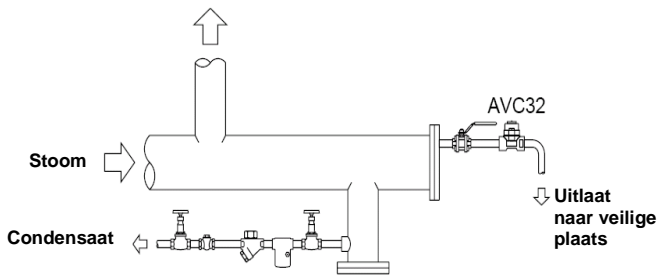

Fig. 2 Einde van een leiding
4. De AVC32 ontluchters zijn geschikt voor montage met de capsule in het horizontale vlak. De ontluchter wordt gemonteerd op het hoogste punt van de stoomleiding of de verbruiker, daar waar de lucht zich verzamelt. De afvoer gebeurt naar een veilige plaats.. (zie fig. 2 en 3).